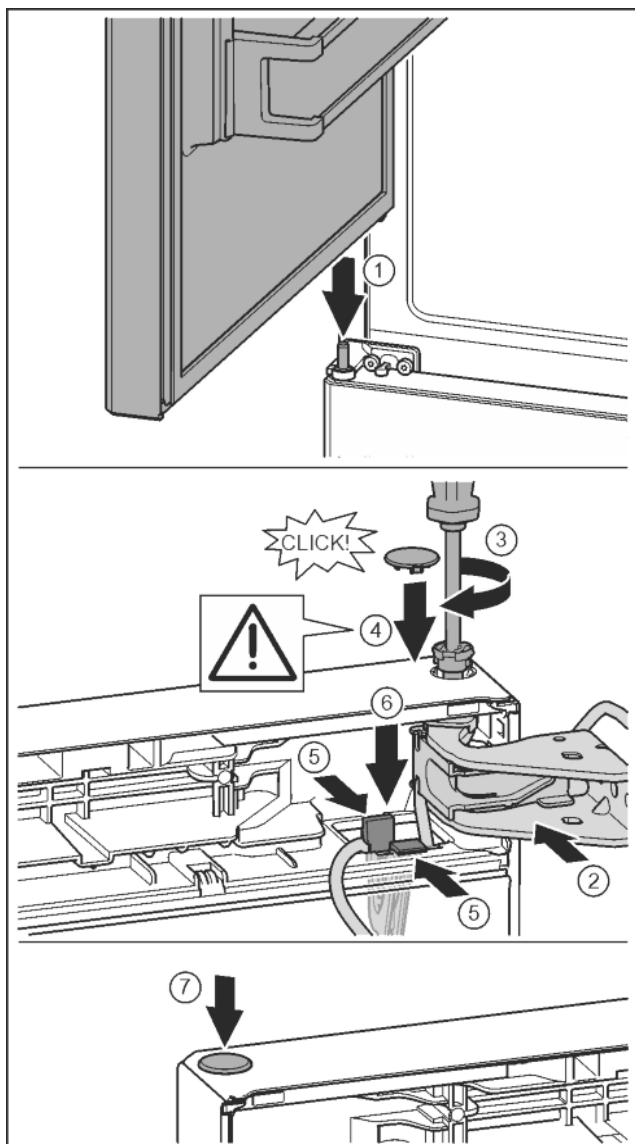

Fig. 34
- Установка верхней двери на средний опорный палец Fig. 34 (1)
- Дверь вверху выровнять по отверстию в опорном кронштейне. Fig. 34 (2)
- Вставить палец и затянуть отверткой T15. Fig. 34 (3)
- Установить предохранительную крышку для защиты двери: вставить предохранительную крышку и проверить, прилегает ли она к двери. В ином случае вставить палец полностью. Fig. 34 (4)
- Вставить держатель кабеля с закрепленным на нем кабелем в отверстие. При этом более длинное отверстие соединительной накладки должно быть направлено вперед. Fig. 34 (5)
- Прижать держатель вниз так, чтобы соединительная накладка защелкнулась. Fig. 34 (6)
- Вставить заглушку. Fig. 34 (7)